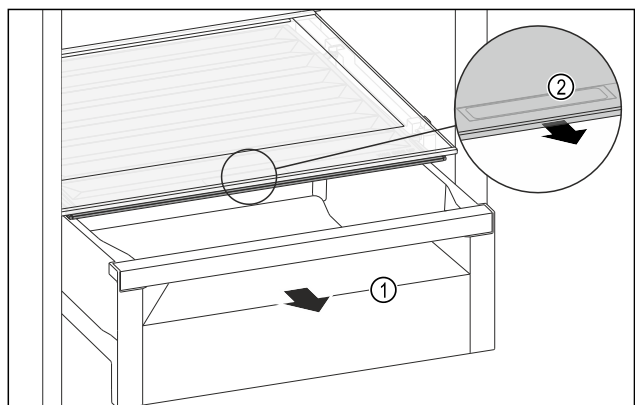

Fig. 145
- ▶ Витягніть висувний ящик Fig. 145 (1).
- ▶ Візьміться за потайну ручку Fig. 145 (2) на кришці відділення й одночасно потягніть кришку відділення вперед.